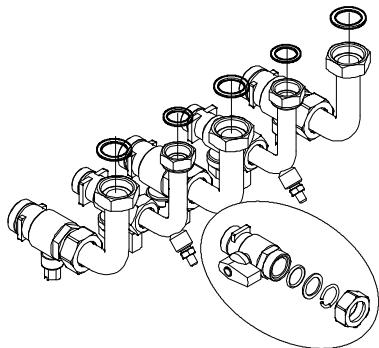

fig. 5.5
- 3 Avvitare i rubinetti sull'impianto idraulico fig. 5.5.